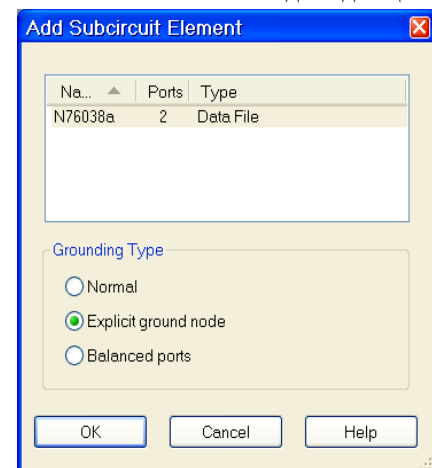

Рис. 5.8
2. Откроется окно **Add Subcircuit Element** со списком всех имеющихся в проекте подсхем (рис. 5.8).